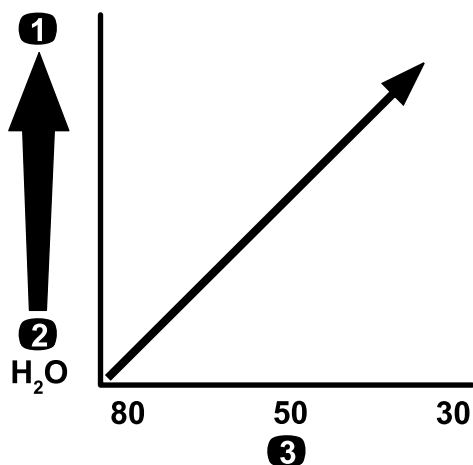

Figura 12
**Important:** Când pulverizați produse chimice cu vâscozitate mai mare (mai vâscoase) sau soluții cu pulberi umectabile, poate fi necesar să utilizați o plasă de sită mai grosieră pentru filtrul de aspiraie opțional; consultați Figura 12.